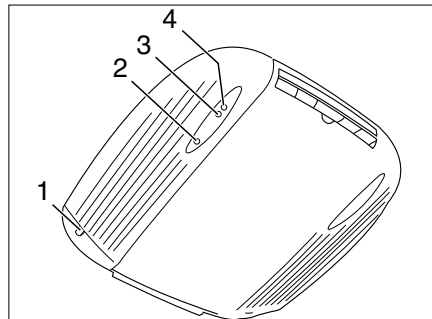

Bild 120 Innenansicht
- Fahrzeug an die 230-V-Versorgung anschließen. Die Klimaanlage ist betriebsbereit. Die rote LED (Bild 120,2) leuchtet.
Die grüne Kontroll-Leuchte (Bild 120,3) zeigt den Kühlbetrieb, die rote Kontroll-Leuchte (Bild 120,4) den Heizbetrieb an.